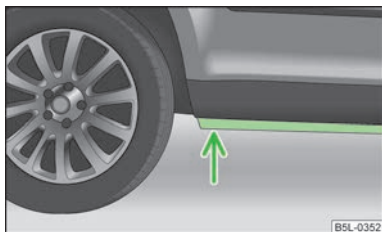

Fig. 134
- Determinar la profundidad del agua antes de un vadeo. El nivel del agua debe llegar como máximo al alma del larguero inferior » fig. 134;